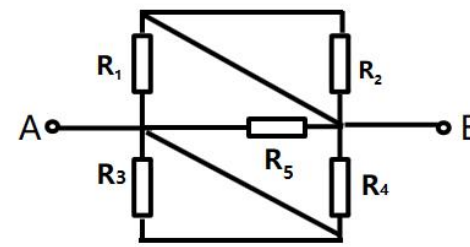

图 1-4
27. 如图1-4所示, 已知  $R_1=R_2=8\Omega$ ,  $R_3=R_4=10\Omega$ ,  $R_5=40\Omega$ , A、B两端的等效电阻  $R_{AB}$  为 ( )